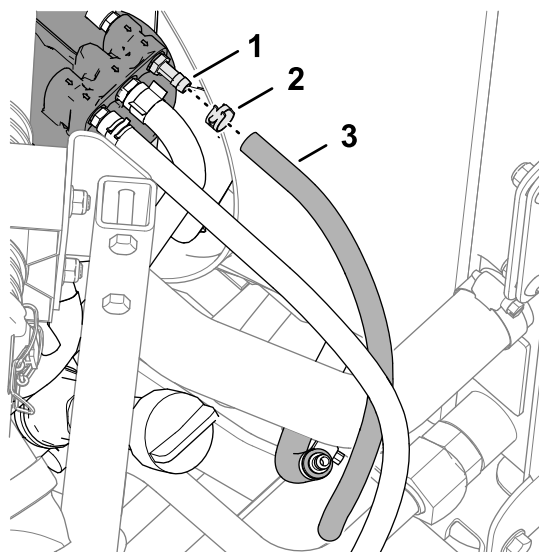

Рисунок 17
1. Установите топливный шланг 6,4 x 457 мм на самый дальний штуцер головки топливного фильтра с помощью шлангового хомута пружинного типа (Рисунок 17).